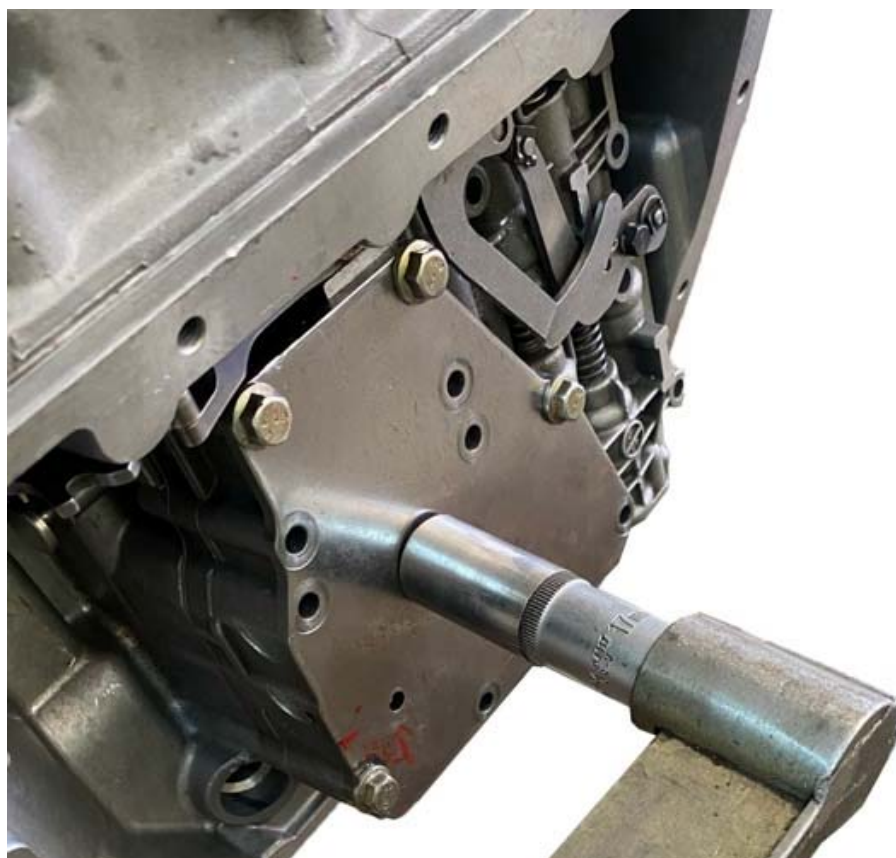

Рисунок 96 – закручивание болтов крепления гидравлического блока управления.
- закрутить болты крепления гидравлического блока управления (рисунок 96).